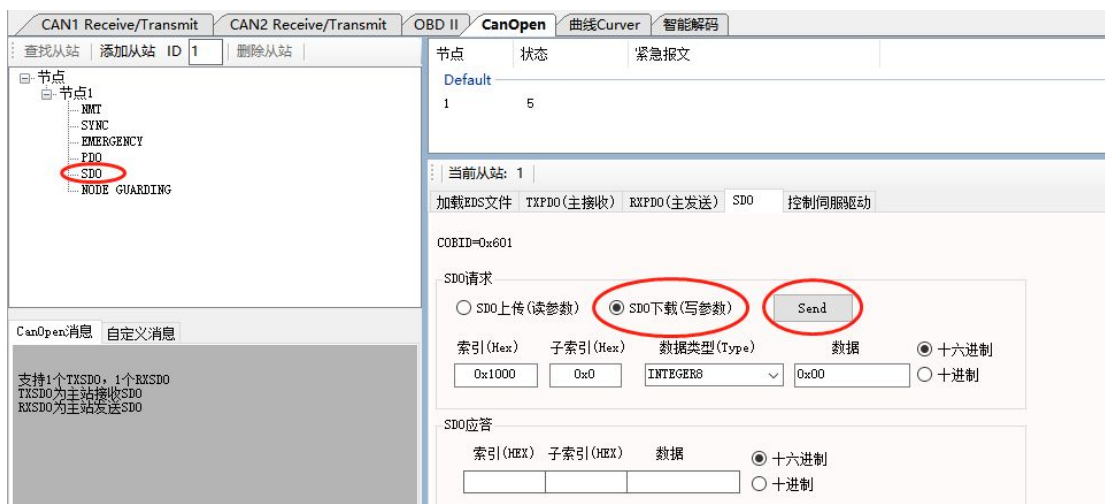

图 5.7 SDO 命令发送界面 A
需要在 GCAN-4055 处于预操作状态（0x7F）时，发送 SDO 命令读写参数。将默认的触发模式切换为循环模式的具体修改步骤如下：①若 GCAN-4055 不处于预操作状态，将 GCAN-4055 重新上电，进入 ECANTools 软件的 CANopen 插件，点击 NMT，选择 Enter Pre-operational State，之后点击 NMT 按钮，使设备进入预操作状态，②在 CANopen 界面中，点击左侧的“SDO”，③点击“SDO 下载（写参数）”，④在索引、子索引等位置依次输入 0x1800、0x02、Unsigned8、0xFE、十六进制，如图 5.7 所示，之后点击 Send 按钮。若下方 SDO 应答区收到如图 5.7 的数据则说明通信正常。